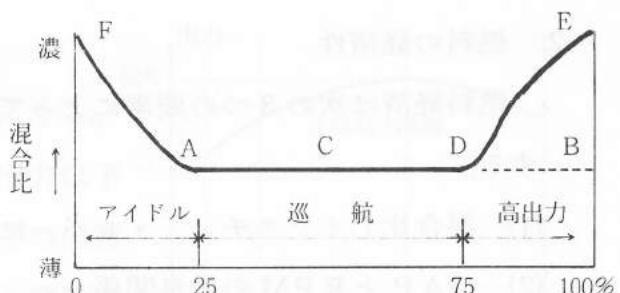

図5-57 基本的な混合比線図
- (a) アイドル範囲で円滑な運転を行うためには、主調量系統のみの燃料では混合気が薄過ぎるので、アイドル運転では図5-57のF-A線に示すような、より濃い混合気が供給される。
- (b) 巡航範囲では図5-57のA-D線に示すように主調量系統からの燃料のみによる混合気で良好な運転ができるが、高い高度になると空気密度の減少によって、このままの燃料では、混合気は濃くなりすぎる。このため燃料を少なくして、ちょうど良い割合の混合気にするようミクスチャーレバーを操作する。
- (c) 高出力範囲で、もし主調量系統からの一定の燃料のみしか供給されないとすれば、発動機は過熱のため、デトネーション等をおこすことになる。これを防止するため、高出力時には、特別に高出力過濃系統からより多くの燃料を供給して発動機内部を冷却する。この混合気は図5-57のD-E線によって示される。以上の混合比は気化器の作用によって行われる。